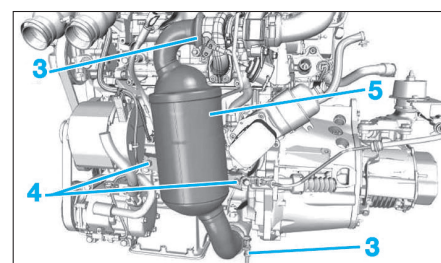

Fig. 59
- les colliers (3) (Fig.59),
- les deux écrous de fixation (4),
- le catalyseur (5),